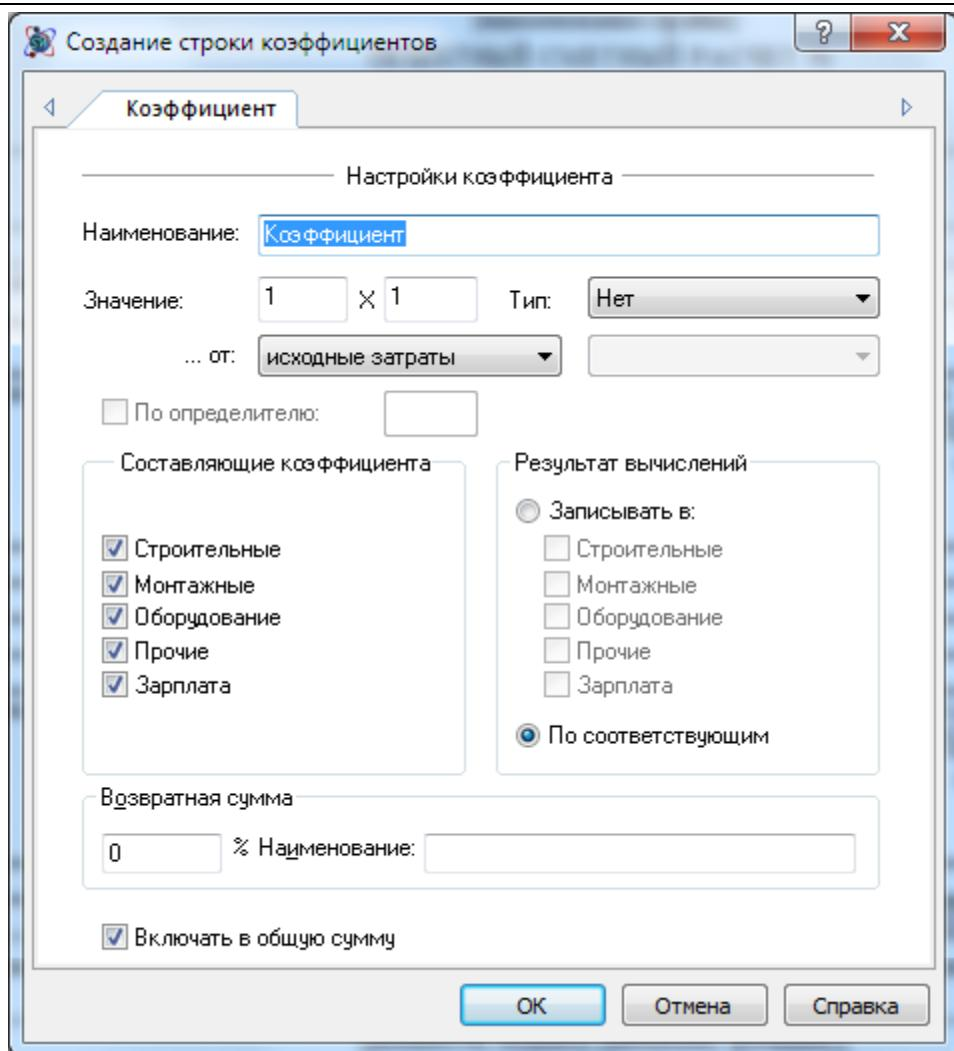

Рис. 4.72 Диалоговое окно Свойства, раздел Стока/Коэффициент
4. В открывшемся диалоговом окне *Создание строки коэффициентов* (рис. 4.72) задать параметры коэффициента и нажать на кнопку ОК